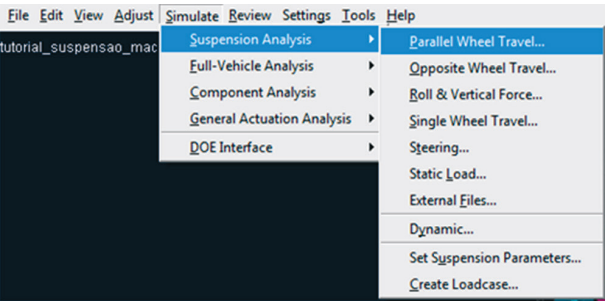

Figura 4.122 – Selecionando o tipo de simulação.
- A simulação aqui proposta corresponde a uma solicitação vertical e paralela na suspensão (*left e right*). Ela permite analisar as características da suspensão durante todo seu curso vertical. Para isso, acesse o menu *Simulate* → *Suspension Analysis* → *Parallel Wheel Travel* (Figura 4.122).